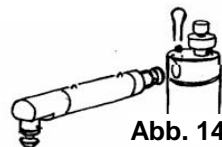

Abb. 14
- Nehmen Sie die Garniertülle ab und ziehen Sie die Verschlussgabel aus dem Ventilkopf. Ziehen Sie das Schlagsystem mit leichten Drehbewegungen aus dem Ventilkopf. (Abb. 14)